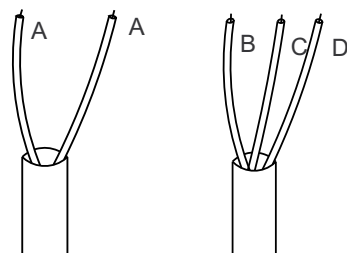

Fig. 4 - Abb. 4
In alternativa al cavo Elvox cod. ZX23 o ZX67, utilizzare i seguenti tre cavi (vedi Fig. 4/EC): due conduttori con sezione minima 2,5 mm2 (A) per il collegamento dei motori e tre conduttori con sezione minima 0,5 mm2 (B-C-D) per il collegamento dell'encoder.
Alternativ zum Elvox-Kabel Art. ZX23 oder ZX67 sind drei Kabel mit folgenden Eigenschaften zu verwenden (siehe Abb. 4): zwei Adern mit einem Mindestquerschnitt von 2,5 mm2 (A) für den Anschluss der Motoren und drei Adern mit einem Mindestquerschnitt von 0,5 mm2 (B-C-D) für den Encoderanschluss.
Si no viene utilizado el cable Elvox cod. ZX23 o ZX67 utilizar los siguientes tres cables (ver Fig. 4/ZC): dos conductores con sección mínima de 2,5 mm2 (A) para el conexionado de los motores y 3 conductores con sección mínima 0,5 mm2 (B-C-D), para las conexionado encoder.
Se não fôr utilizado o cabo Elvox refo. ZX23 ou ZX67, utilizar três cabos (ver Fig. 4/EC): 2 condutores com secção mínima de 2,5 mm2 (A) para a ligação dos motores, 3 condutores com secção mínima 0,5 mm2 (B-C-D) para ligação encoder.